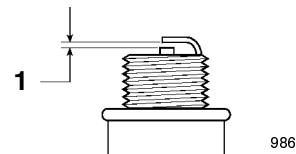

Figura 33
4. Fije el hueco entre los electrodos de la bujía según muestra la Figura 33.